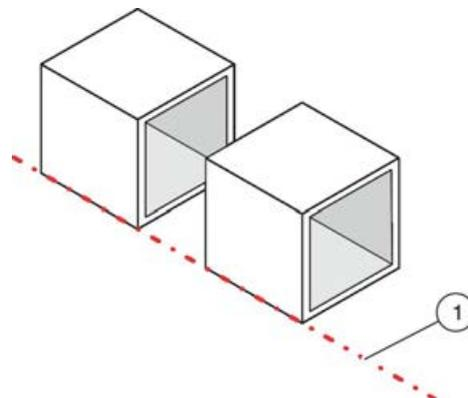

Abb. 14: RLT-Bauteile ausrichten
3. ▶ Die RLT-Bauteile an einer Linie (Abb. 14 /1) fluchtend ausrichten.